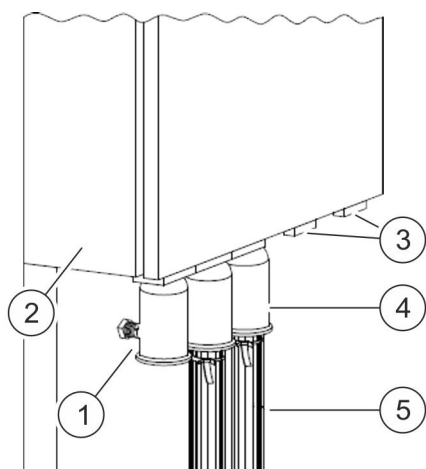

Abb. 16: Elektrischer Anschluss
1. ➤ Blindstopfen (Abb. 16/3) vom Gehäuse (Abb. 16/2) entfernen.
2. ➤ Dichtungsunterlage aus der Gehäuseinnenseite auf den Konus des Kabelendverschlusses (Abb. 16/4) legen.
3. ➤ Kabelendverschluss (Abb. 16/4) mit der aufgelegten Dichtungsunterlage mit zwei Schrauben (M10) an der Unterseite des Gehäuses (Abb. 16/2) befestigen.
4. ➤ Kabel von unten durch das Schutzrohr (Abb. 16/5) und den Kabelendverschluss (Abb. 16/4) in das Gehäuse einführen.
5. ➤ Zur Zugentlastung und Abdichtung das eingeführte Kabel im Kabelendverschluss (Abb. 16/4) fixieren.
6. ➤ Schutzrohr (Abb. 16/5) am Kabelendverschluss mit der Ringschneideschraube (Abb. 16/1) befestigen.
7. ➤ Nicht verwendete Kabelendverschlüsse mit einem Blindstopfen (Abb. 16/3) verschließen.